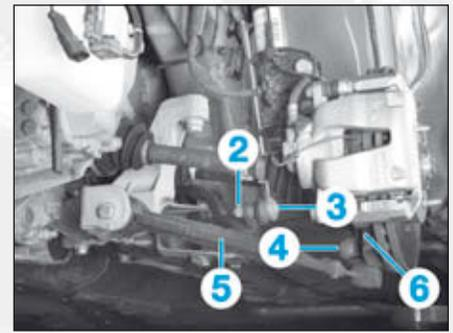
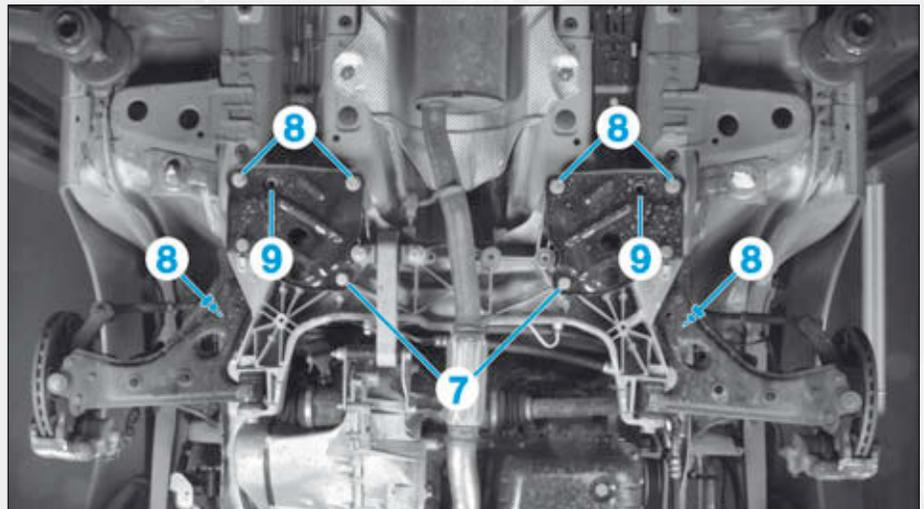

FIG.7
FIG.8
- les écrous (2) des biellettes (3) sur la barre stabilisatrice (Fig.7),
- les vis (4) des triangles (5) sur les pivots (6).
- les biellettes (3) de la barre stabilisatrice,
- les rotules des triangles (5) des pivots (6).
- Repérer la position du berceau avec les points de centrage (9) et la caisse (Fig.8).
- Déposer les vis (7) du boîtier de direction sur le berceau.